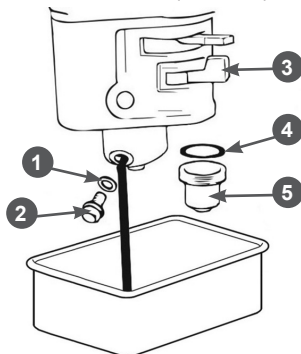

Рис. 25 Обслуживание карбюратора
1. Установите под карбюратор подходящую емкость (Рис. 25).
2. Установите рычаг топливного крана 3 в положение «ЗАКРЫТО» (Рис. 25).
3. Открутите болт 2 сливного отверстия и слейте топливо из поплавковой камеры карбюратора в подготовленную для этого ёмкость (Рис. 25).
4. Открутите стакан отстойника 5 (при его наличии), вылейте из него топливо в заранее подготовленную емкость (Рис. 25).